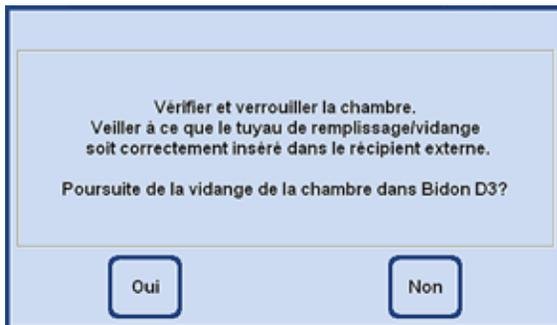

Fig. 165
- Une invite apparaît demandant d'effectuer les préparations nécessaires (fig. 165). Elle doit être confirmée par **OUI**.